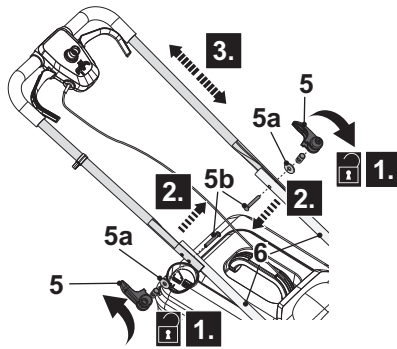

Fig 13
- Maintenez la barre de guidon supérieure (4) avec une main.
- Desserrez les leviers de verrouillage (5) en les tournant dans le sens anti-horaire (Fig. 13, étape 1) des deux côtés de la barre de guidon supérieure (4), puis retirez le levier de verrouillage (5), la rondelle (5a) et le boulon de montage (5b) à la suite (Fig. 13, étape 2).
- Choisissez et alignez l'autre trou de montage de la barre de guidon supérieure (4) avec le trou de montage des barres de guidon inférieures (6) (Fig. 13, étape 3).
**NOTE :** Assurez-vous que la barre de guidon supérieure (4) soit assemblée à la même hauteur sur les deux barres de guidon inférieures (6).
- Positionnez la rondelle (5a) et vissez le levier de verrouillage (5) dans le sens horaire, bloquez le levier de verrouillage (5) en le repliant vers la barre de guidon. Si le levier de verrouillage (5) ne se replie pas, dévissez-le et essayez de le replier à nouveau. S'il n'est pas assez serré, revissez le levier de verrouillage (5) en le faisant pivoter.
- Renouvelez l'opération de l'autre côté. Assurez-vous que le câble d'interconnexion (18) court sur la partie supérieure des barres de guidon (4, 6).